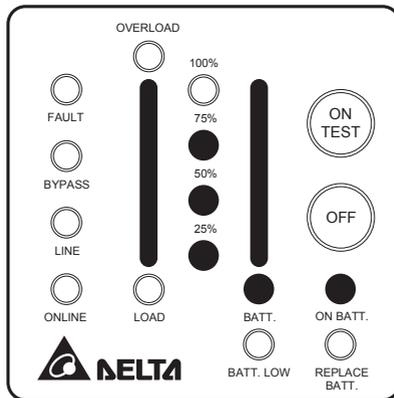

Рис. 4-4. Индикация в режиме работы от батареи
- **РЕЖИМ РАБОТЫ ОТ БАТАРЕИ.** Светятся индикатор режима работы от батареи, индикатор состояния батареи и индикаторы уровня. Каждые 2 секунды подаётся звуковой сигнал длительностью 0,5 секунды, при этом ИБП продолжает подавать питание в нагрузку, используя энергию батареи. См. рис. 4-4.